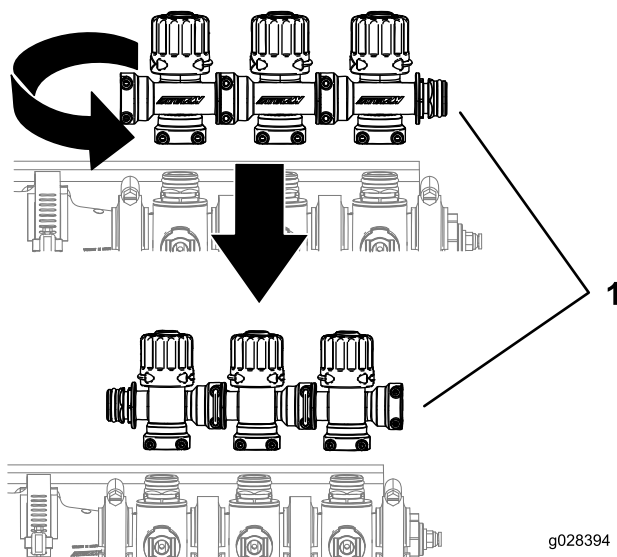

Figure 11
5. Tournez le bloc de vannes de dérivation de rampe de 180 degrés, comme montré à la Figure 11.